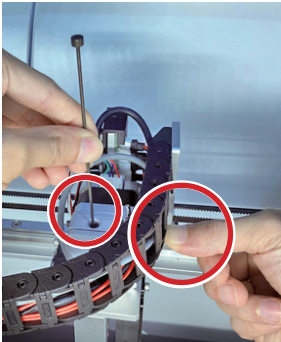

Abb. 1
4. Führen Sie den Auswerfstab durch den Filamenteinlass in den Extruder ein. Siehe Abb. 1.